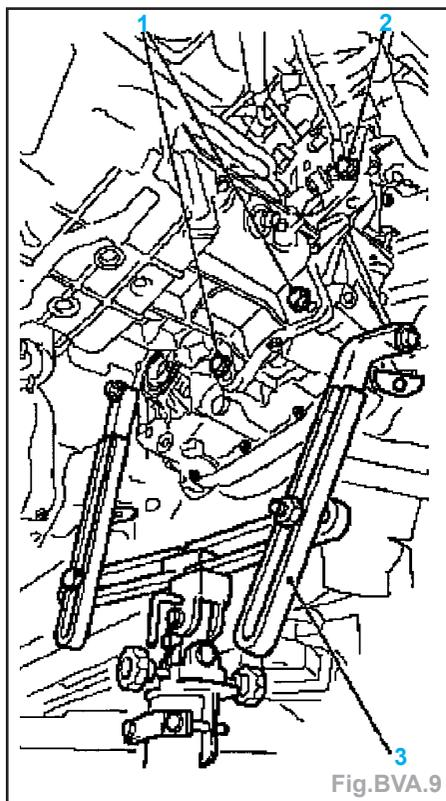
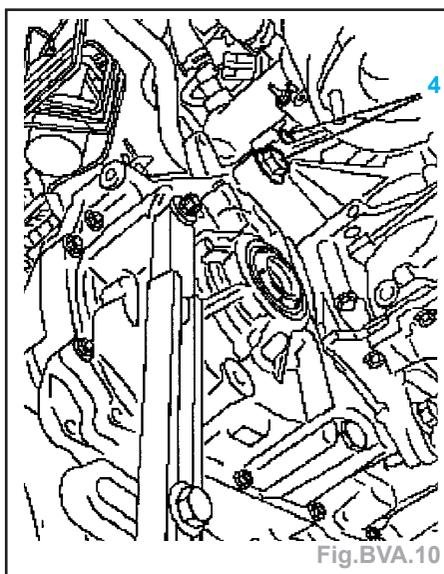

Fig. BVA.9
Fig. BVA.10
- Fixer le cric hydraulique à la boîte de vitesses par l'intermédiaire du support de boîte de vitesses **MKM-886-A** (3) (Fig.BVA.9).
- Déposer la boîte de vitesses du moteur (3 vis (2 et 4)) (Fig. BVA.9) et (Fig. BVA.10) :